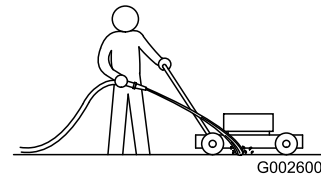

Figure 36
1. Mettez le moteur en marche après avoir amené la machine sur une surface revêtue plane et dirigez un jet d'eau devant la roue arrière droite (Figure 36).